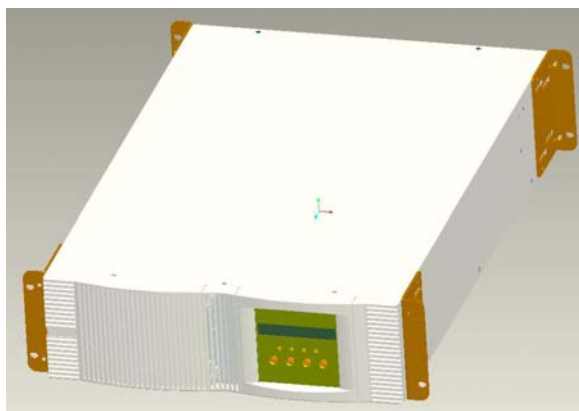

Рис. 1: Крепление «5в1 функц. кронштейнов» к корпусу ИБП
- 4 штуки “5в1 функц. кронштейны” (Рис. 1 на странице 12)